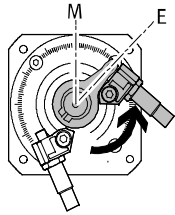

Fig. 16
6. Spingere il supporto ammortizzatore con ammortizzatore (deceleratore in gomma o ammortizzatori) vicino alla leva di arresto. Allo scopo la corsa di ammortizzazione deve essere schiacciata finché la guaina del rispettivo ammortizzatore non sia a contatto con la leva di arresto (Fig. 16). Se necessario bloccare sulla testa esagonale.